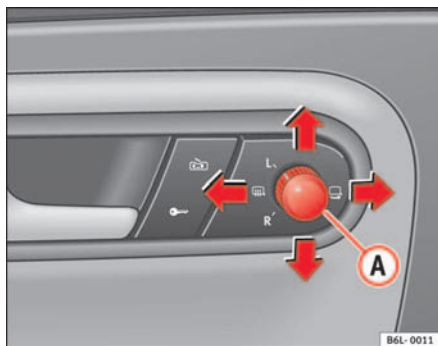

Fig. 67 Commande des rétroviseurs extérieurs
1. Tournez le bouton rotatif ⇒ fig. 67 en position **L (rétroviseur extérieur gauche)**.
- Tourner le bouton rotatif vers de la position désembuage  ⇒ fig. 67
- Tournez le bouton rotatif ⇒ fig. 67 en position  pour rabattre les rétroviseurs extérieurs. Pour éviter tout dégât, il est conseillé de toujours rabattre les rétroviseurs extérieurs lorsque vous passez dans une installation de lavage automatique.